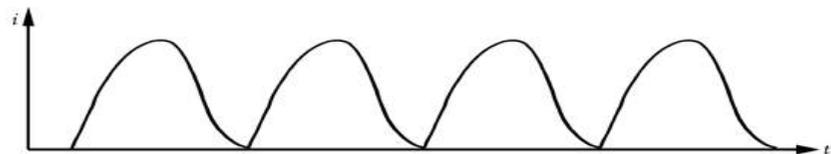

Рисунок 2- Однополупериодный непрерывный ОН
2.2.2. Однополупериодный непрерывный ОН – импульсы тока синусоидальной формы с экспоненциальным срезом частотой 50 Гц (рисунок 2).